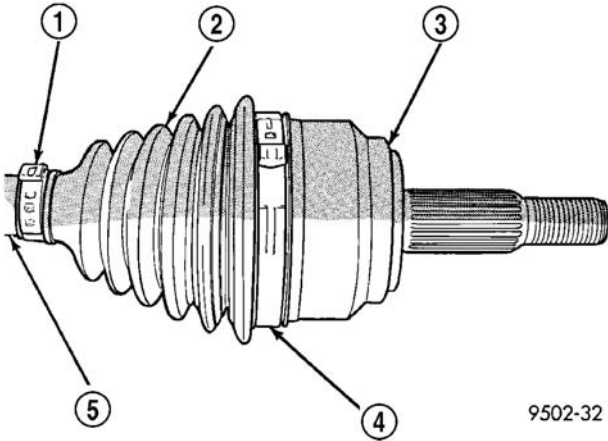

图 27 外等速万向节密封套卡箍
- （2）拆下把外等速万向节密封套固定到万向节壳体上的大密封套卡箍（图 27），并将其报废。